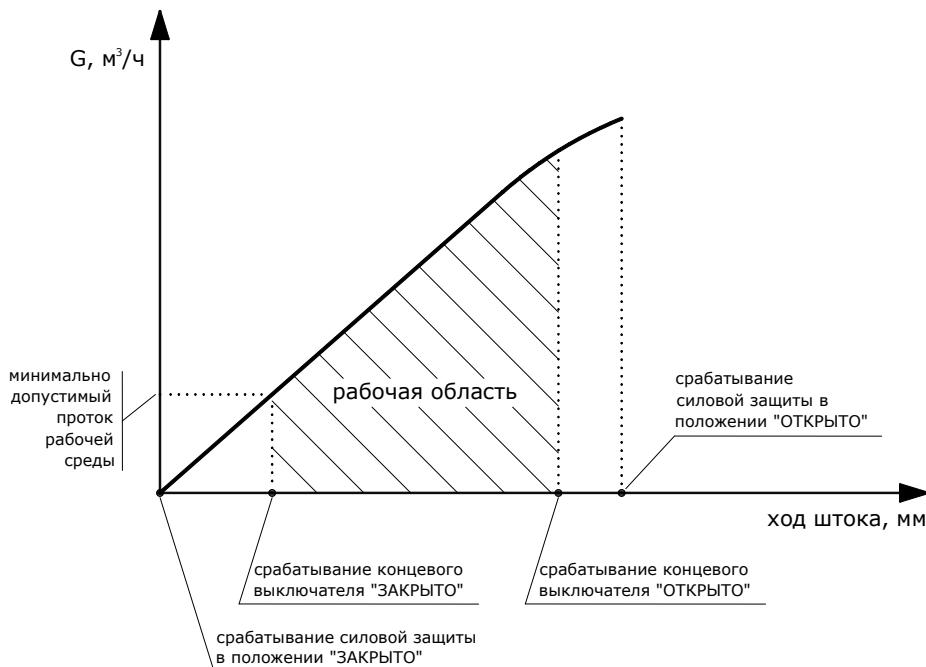

Рис. 7.3
График, иллюстрирующий срабатывание силовой защиты и концевых выключателей при работе клапана с установленным минимально допустимым протоком рабочей среды (для системы отопления), приведен на рис. 7.3.
2. В ручном режиме (см. п. 8) установить шток в положение, обеспечивающее минимальный допустимый проток рабочей среды (см. рис. 7.3).